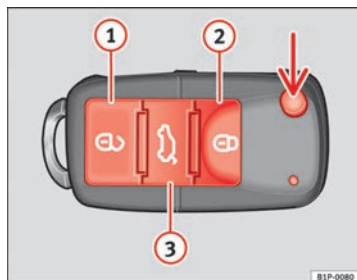

Abb. 46 Tastenbelegung Funkschlüssel
Mit der Taste  $\Rightarrow$  Abb. 46 (Pfeil) der Fernbedienung wird der Schlüsselbart ausgeklappt.
Fahrzeug entriegeln  $\Rightarrow$  Abb. 46 ①.
Fahrzeug verriegeln  $\Rightarrow$  Abb. 46 ②.
Heckklappe entriegeln. Die Taste  $\Rightarrow$  Abb. 46 ③ betätigen, bis alle Blinkleuchten am Fahrzeug kurz aufleuchten. Nach Drücken der Entriegelungstaste  $\Rightarrow$  Abb. 46 ③ können Sie die Heckklappe innerhalb von 2 Minuten öffnen. Nach Ablauf dieser Zeit wird die Heckklappe wieder verriegelt.
- Drücken Sie die Taste  ② ⇒ Abb. 46 auf der Funk-Fernbedienung.
- Drücken Sie die Taste  ① ⇒ Abb. 46 auf der Funk-Fernbedienung.